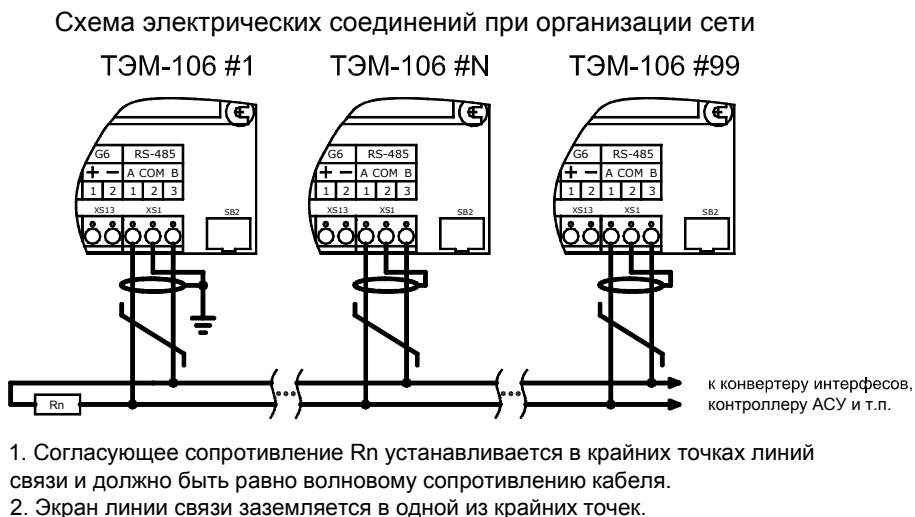

Рис. 7.7
7.5.6 Схема электрических соединений при организации сети теплосчетчиков на базе последовательного интерфейса RS-485 приведена на Рис. 7.7.